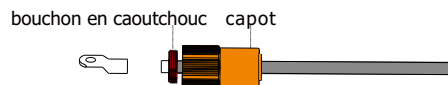

Figure 4.2-2
Step1 : Le câble passe à travers le bouchon en caoutchouc et le capot extérieur, comme illustré à la Figure 4.2-2.